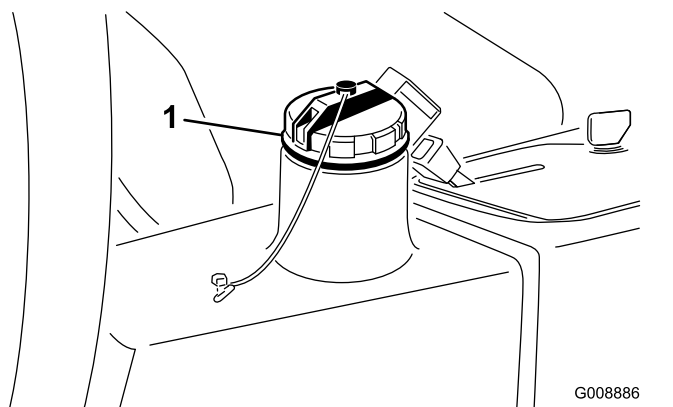

図 82
4. 油圧オイルタンク図 82に約 22.7 リットルの油圧オイルを入れる 油圧作動液の仕様 (ページ 52)を参照。